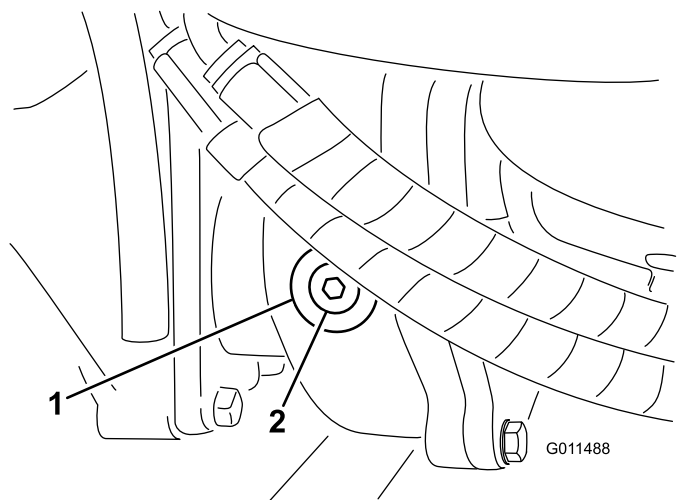

Figura 81
2. Retire el tapón de verificación/llenado del lado izquierdo de la caja de engranajes y asegúrese de que el lubricante llega al borde inferior del orificio (**Figura 81**).